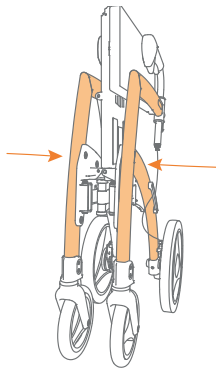

Abbildung 20: Drücken Sie den Rahmen weiter nach innen.
- Drücken Sie die Seiten des Rahmens zusammen, bis der Rollator vollständig zusammengeklappt ist (**Abbildung 20**).